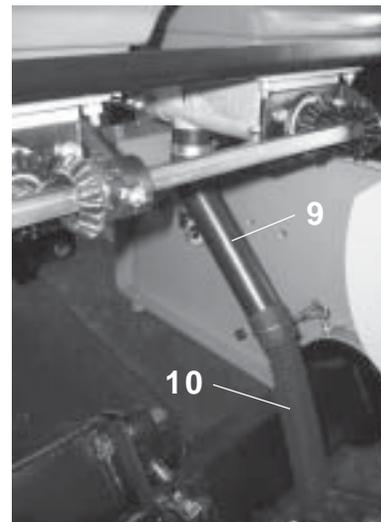

FIGURA 93
A primeira linha na lateral da semeadora, deverá ter a bica (9) e o mangote (10) montados na posição conforme mostra a figura ao lado, evitando assim, problemas na queda do adubo, **conforme mostra a figura 93.**